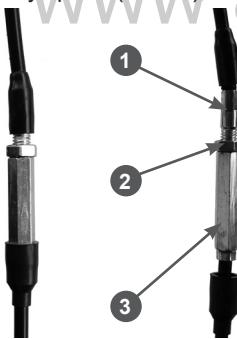

Рис. 6 Механизм регулировки тросов
- при необходимости, отрегулируйте с помощью регулировочного механизма на тросе (Рис. 6). Для этого ослабьте затяжку контргайки 2 и, выкручивая/закручивая регулировочный винт 1 в гайку 3, установите требуемую длину троса (Рис. 6);
- после регулировки затяните контргайку 2 (Рис. 6);